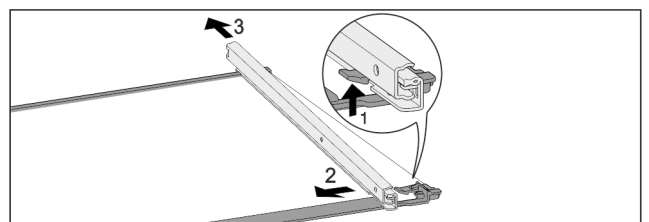

Fig. 84 Tablette en verre avec rails
- ▶ Pousser le crochet d'enclenchement avant vers le bas. Fig. 84 (1)
- ▶ Pousser le rail télescopique vers le côté Fig. 84 (2) et vers l'arrière Fig. 84 (3).